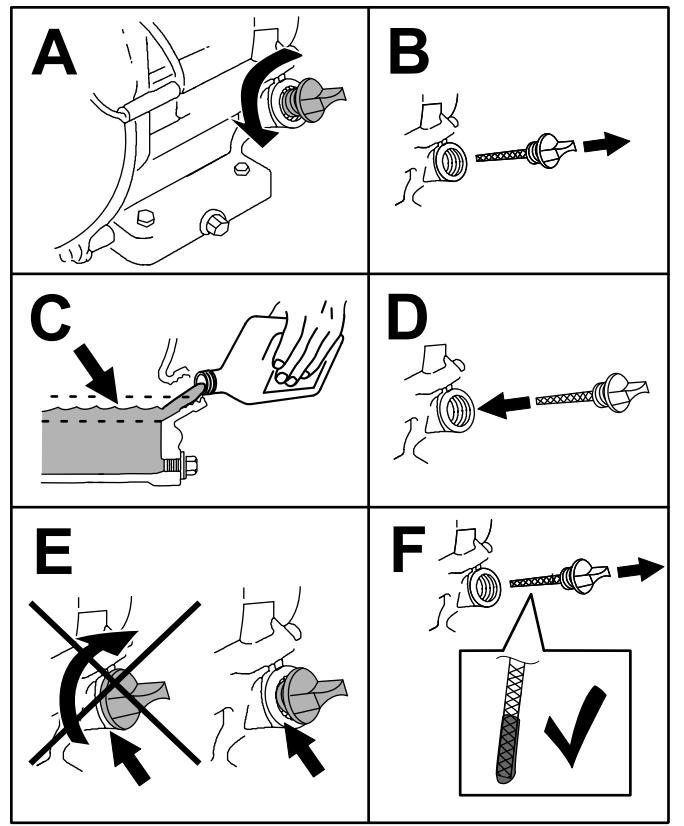

Figura 26
- Vierta lentamente un 80% aproximadamente del aceite especificado por el tubo de llenado, luego añada lentamente el resto del aceite hasta que llegue a la marca **Full** (Figura 26).